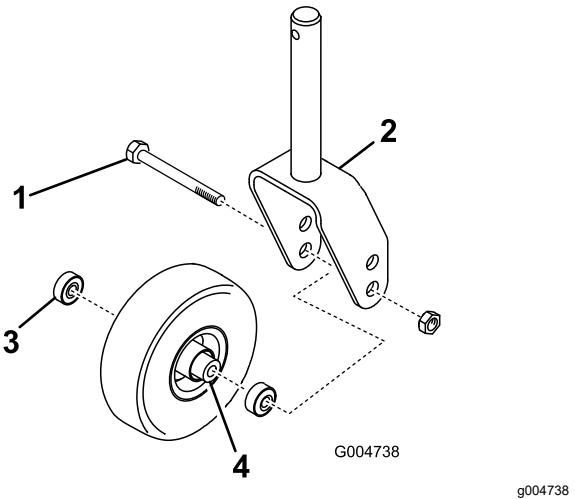

Figura 24
1. Retire la contratuerca del perno que sujetla el conjunto de la rueda giratoria en la horquilla (Figura 24).
3. Retire el cojinete de la rueda y deje que se caiga el suplemento del cojinete (Figura 24).